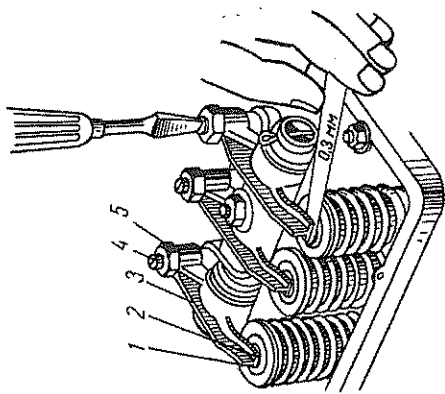

Abb. 4 Einstellen des Spiels zwischen Kipphebel und Ventil:
- bei nicht richtigen Spielen Gegenmutter der Einstellschraube des erforderlichen Spiels einstellen. Danach Gegenmutter festziehen und Spiel erneut kontrollieren (Abb. 4);